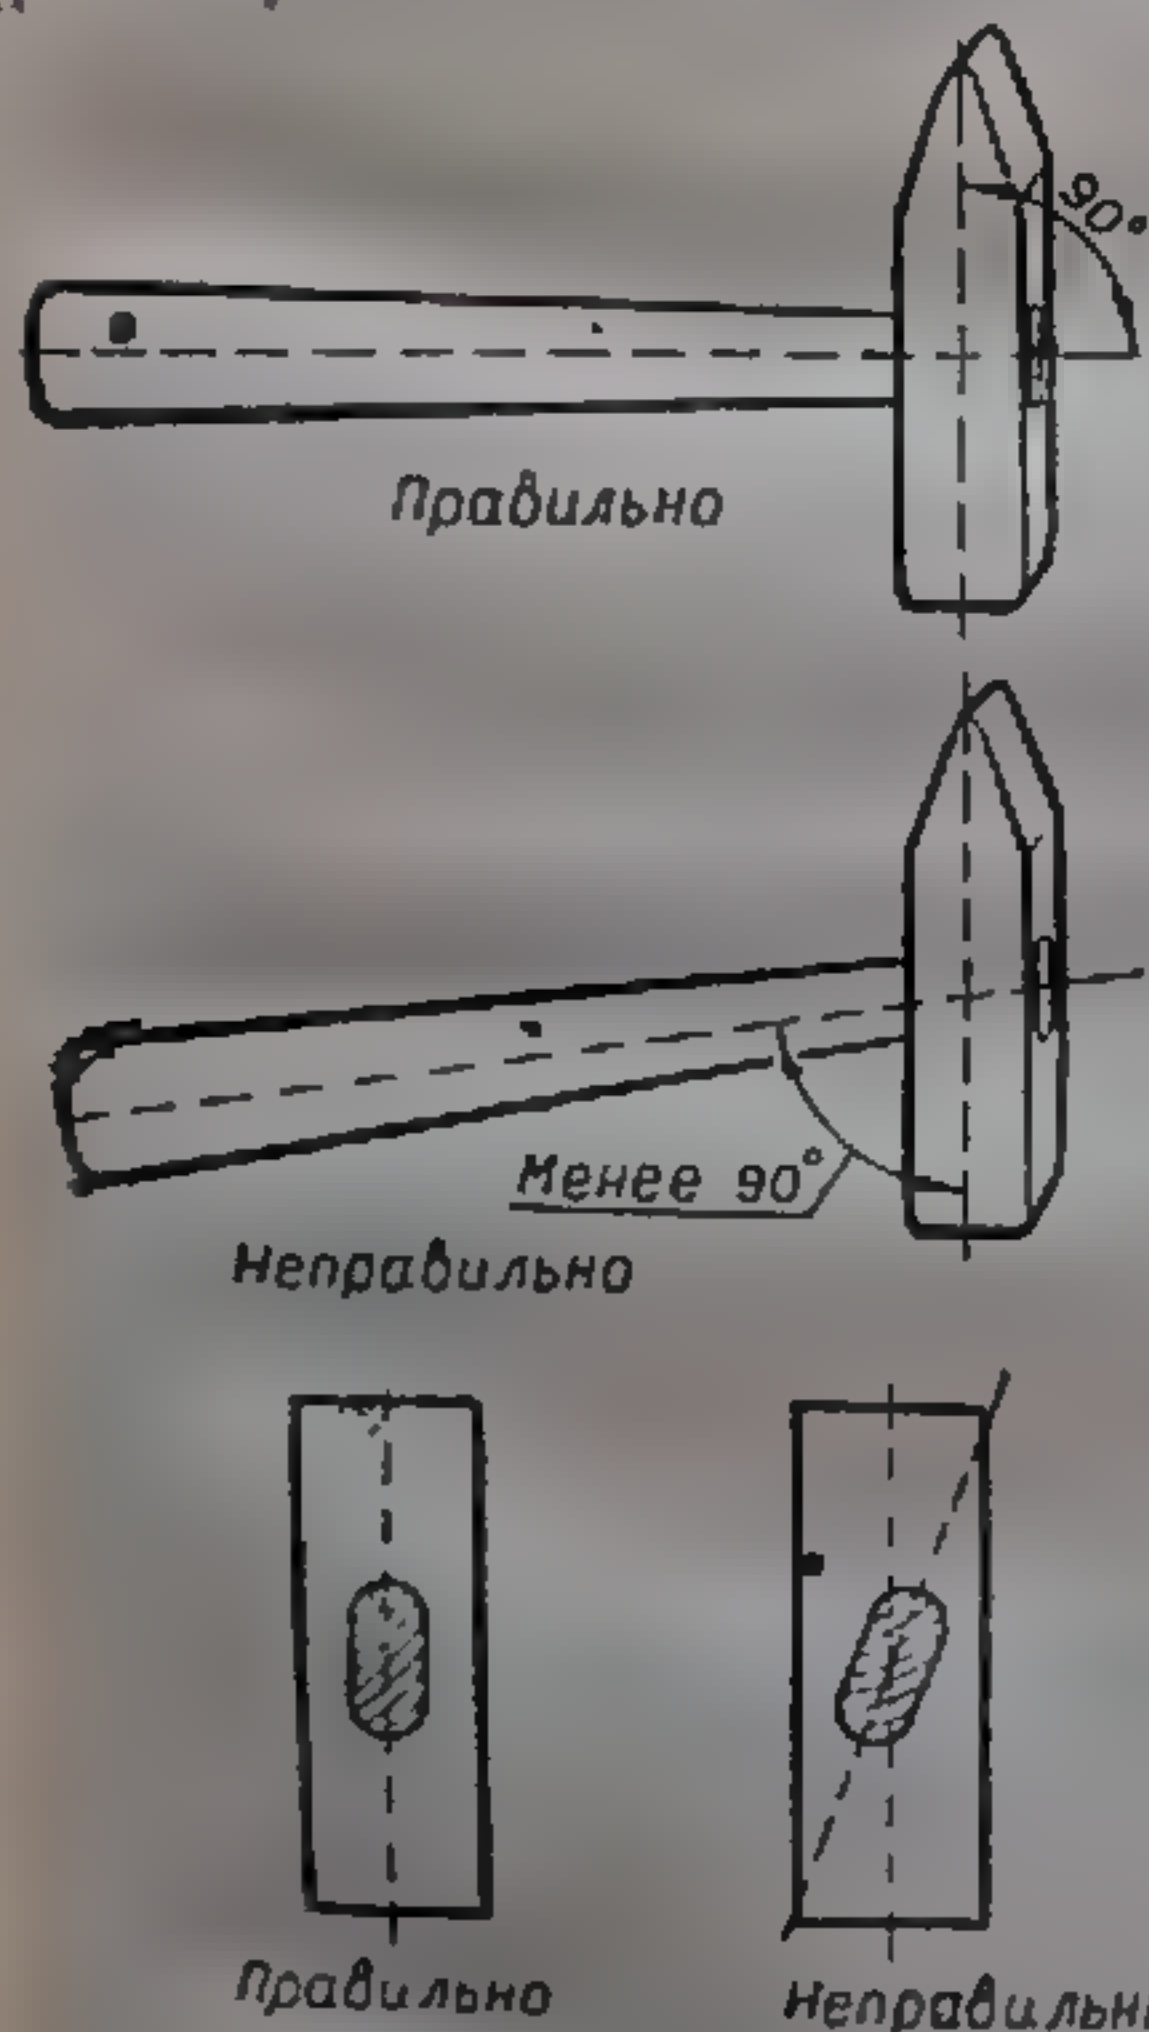

Рис. 52. Проверка качества насадки ручки на молоток.
10. Проверить качество крепления ручки. Ручка должна плотно входить в отверстие молотка и располагаться под прямым углом к нему; их оси должны лежать в одной плоскости (рис. 52).